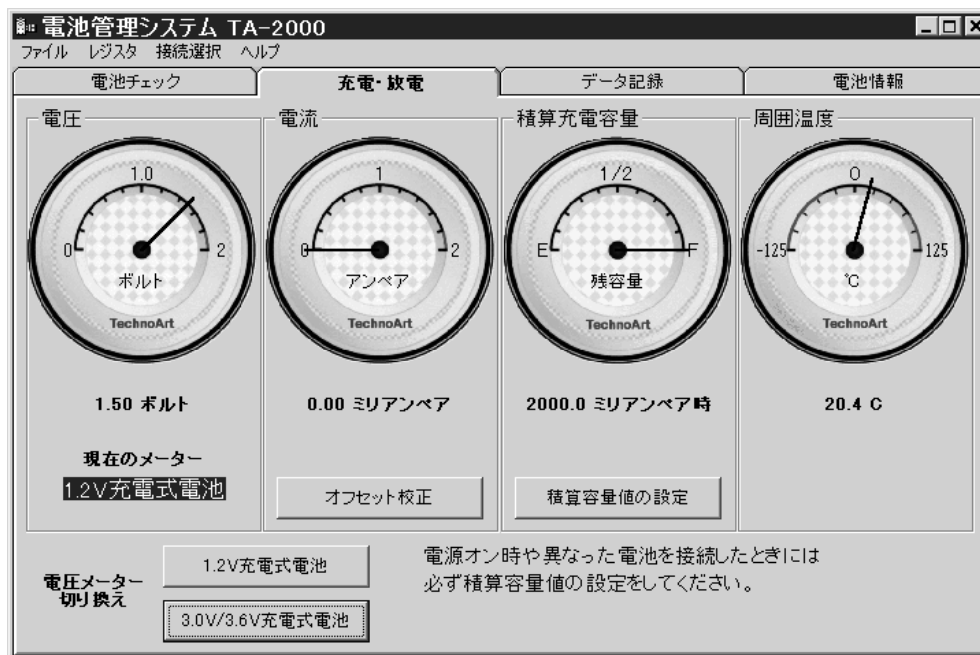

図 3. 充電・放電画面
- 「充電・放電」タブをクリックすると、図 3 のように、電圧、電流、積算充電容量、温度の四つのメータの画面が開きます。電圧メータの初期画面は 1.2V 充電式電池用ですが、画面下のボタンで 5V スケールの表示に切り替えることが出来ます。ただし、正常に測定できる電圧の上限は 4.5V ですし、5V 以上の電圧を加えると IC が壊れますので、十分に注意してください。この図は電池電圧が 1.5V の時の動作状態の画面です。充放電の時には基板上の SW1 を充放電側に切り替えます。1.8V から 2.0V の範囲が赤で表示されていますが、5V 用のグラフィックを共用しているためですので、無視してください。